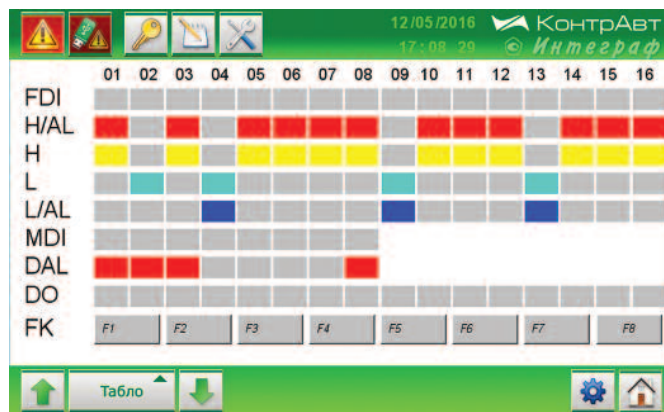

Рис. 9. Экран Табло
- Табло – групповое табло всех дискретных сигналов и функциональных кнопок в виде единичных индикаторов на одном экране (рис. 9). Ото-